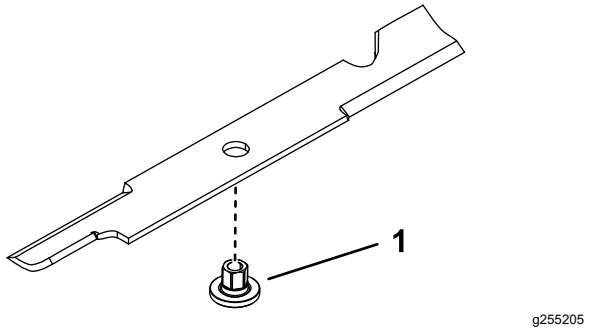

Рисунок 79
1. Вставьте втулку через отверстие в ноже так, чтобы фланец втулки был на нижней (обращенной к травянистому покрову) стороне ножа (Рисунок 79).